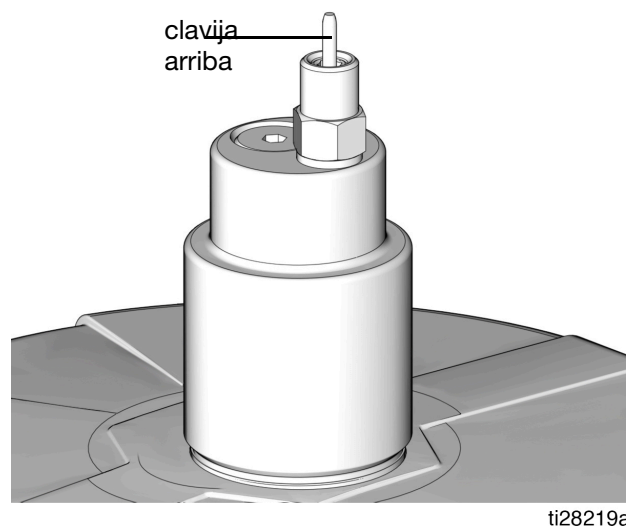

FIG. 19
2. Conecte la manguera de suministro (J) en la conexión rápida (V).
3. Encienda la bomba de la estación de llenado remoto (F) y llene el depósito G3 (D) hasta que la clavija indicadora de la válvula de llenado automático vaya hacia arriba tal como se muestra en la FIG. 19. La presión de la bomba de llenado (F) se acumula y la bomba se para en presión.